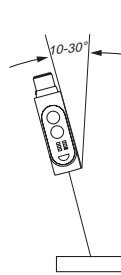

Fig. 8
- En cas de surfaces fortement réfléchissantes ou brillantes, incliner le capteur d'env. 10-30 ° par rapport à la surface de l'objet (fig. 8).